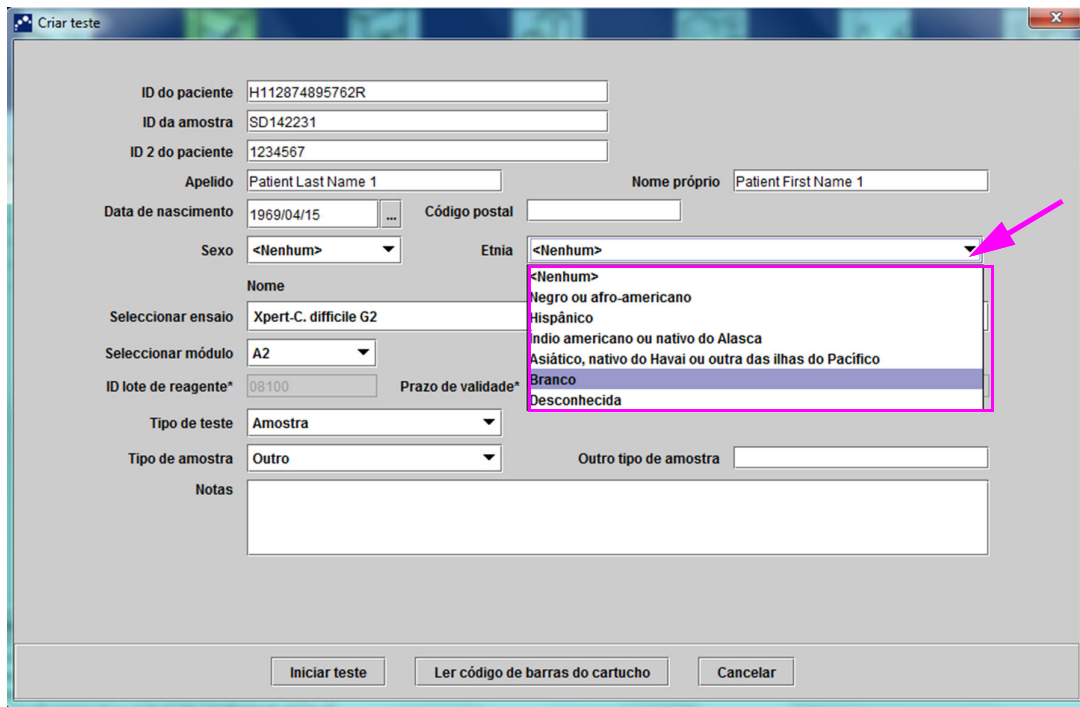

Figura 5-25. Caixa de diálogo Create Test (Criar teste) apresentando o campo Ethnicity (Etnia)
- B. **Ethnicity (Etnia)** - Clique na seta do menu pendente na caixa **Ethnicity (Etnia)** e seleccione a etnia correcta no menu pendente (consulte a figura 5-25).